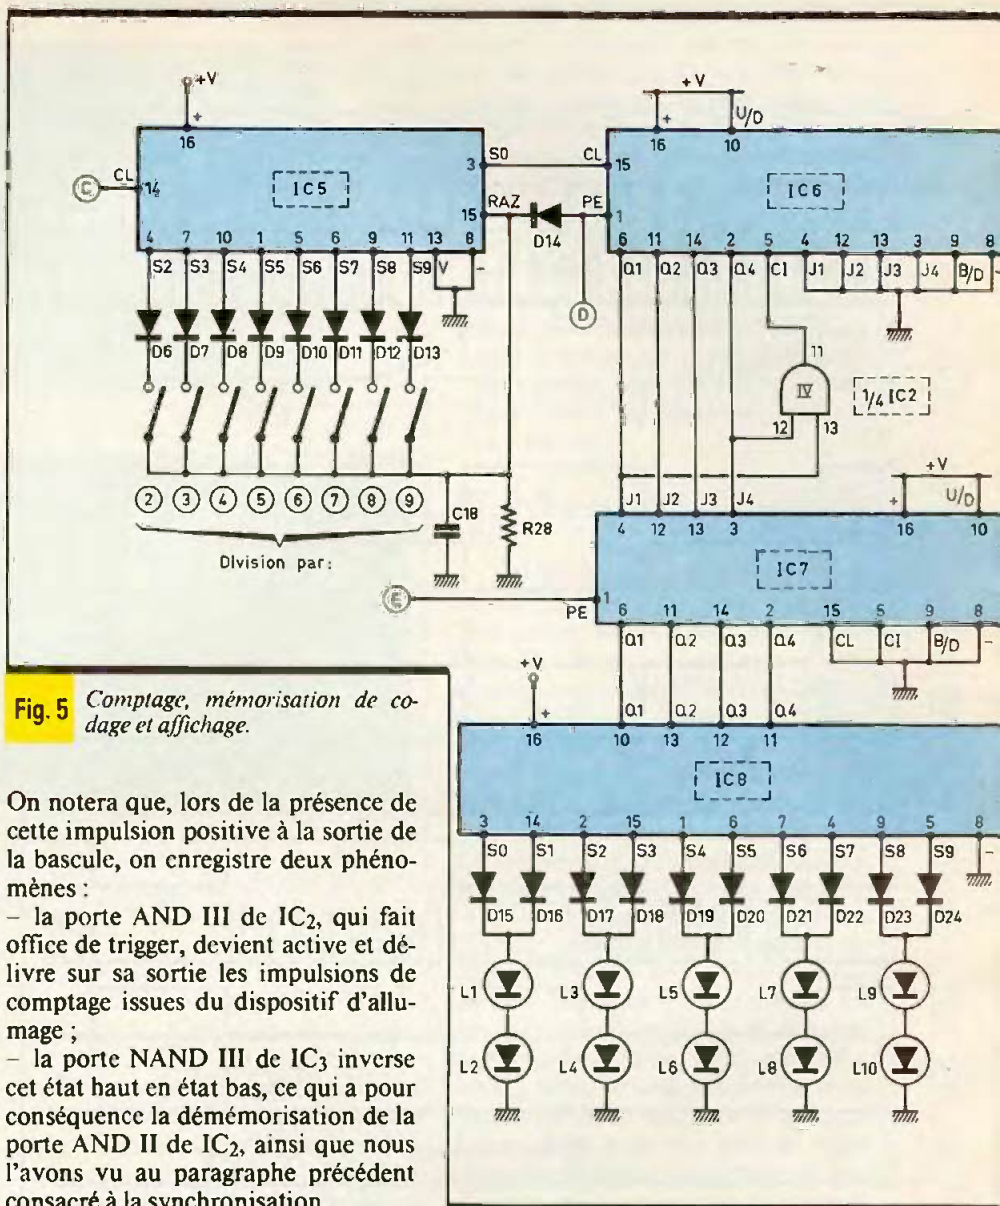

Fig. 5 Comptage, mémorisation de code et affichage.
h) Diviseur de la fréquence du signal « vitesse » (fig. 5)
i) Comptage (fig. 5)
j) Mémorisation du comptage (fig. 5)
k) Dépassement de capacité (fig. 5)
l) Décodage et affichage (fig. 5)